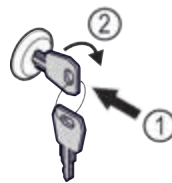

Fig. 110
- ▶ Вдавити ключ Fig. 110 (1).
- ▶ Повернути ключ на 90° за годинниковою стрілкою Fig. 110 (2).